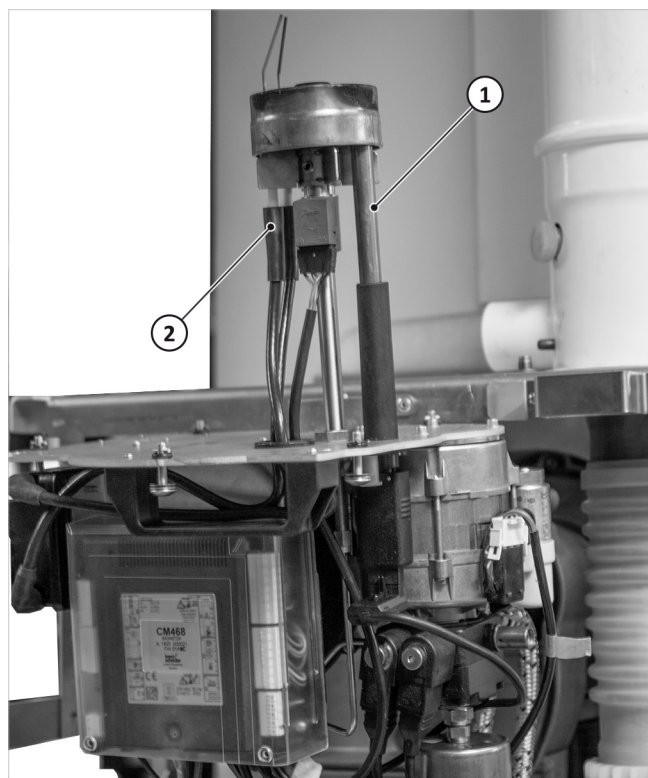

Fig. 141: Enganche del quemador a la consola
1. Retire la funda de la mirilla, véase → fig. 141 (1).